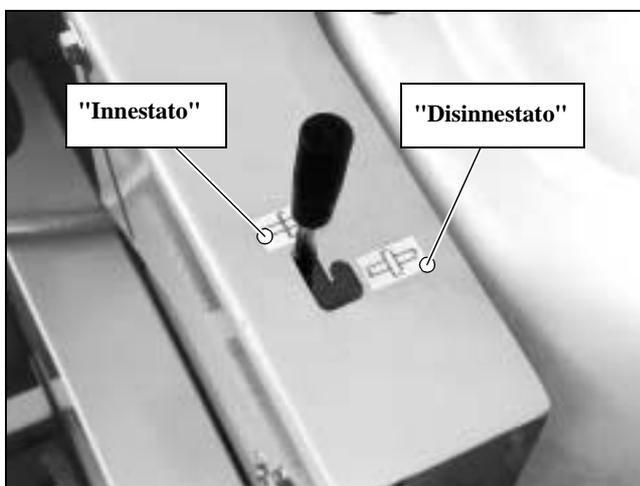

Fig. 5.4 Leva della frizione in posizione "Innestato"
8. Portare la leva della frizione in posizione "Innestato" (Fig. 5.4).